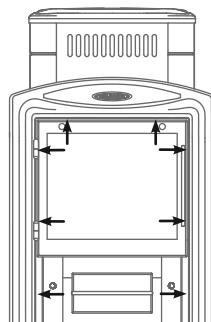

Рисунок 9. Места установки саморезов.
1. открутить саморезы 8 шт., которыми прикрепляется рамка с дверцей к топливному каналу, и снять ее; (см. рисунок 9)